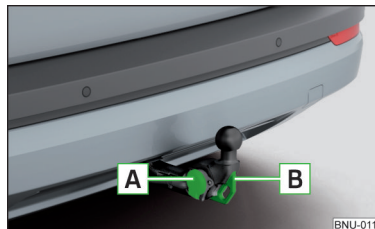

Fig. 299
- Abrir la tapa del enchufe y conectar el conector del remolque (del accesorio) en el conector de 13 polos **A** » fig. 299. (Si el remolque/accesorio dispone de un conector de 7 polos, usar un adaptador de los accesorios originales de ŠKODA).